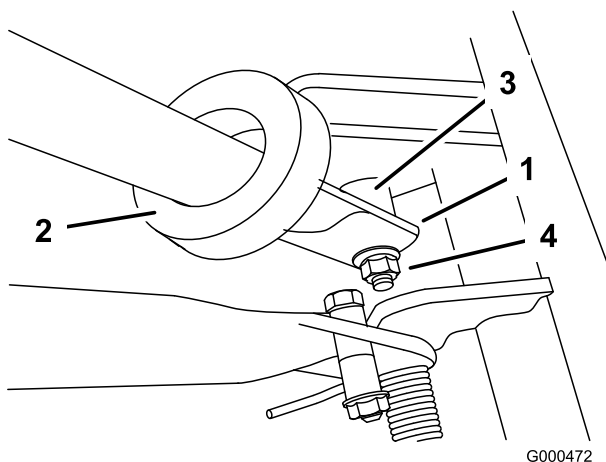

Figura 5
2. Introduza as extremidades do manípulo nas ranhuras existentes nos braços de suporte do manípulo (Figura 5).
- Faça força para dentro nas extremidades do manípulo e instale-as nos pinos de montagem (Figura 5).
- Fixe o manípulo à cavilha e mova o pino com a porca flangeada de bloqueio (Figura 5).